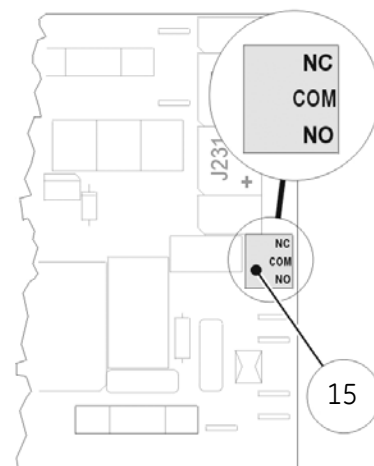

Рис. 11 Плата фильтра
- 4.10 Сигнализация аварийного состояния (см. раздел 4.2.2) может быть подключена к контактам реле (15 на Рис. 11). Протащите кабель через среднее отверстие снизу задней панели UBC.
На плате фильтра расположены нормально замкнутый (NC) и нормально разомкнутый (NO) контакты реле (15, Рис. 11), которые можно использовать для сигнализации об аварийном состоянии.